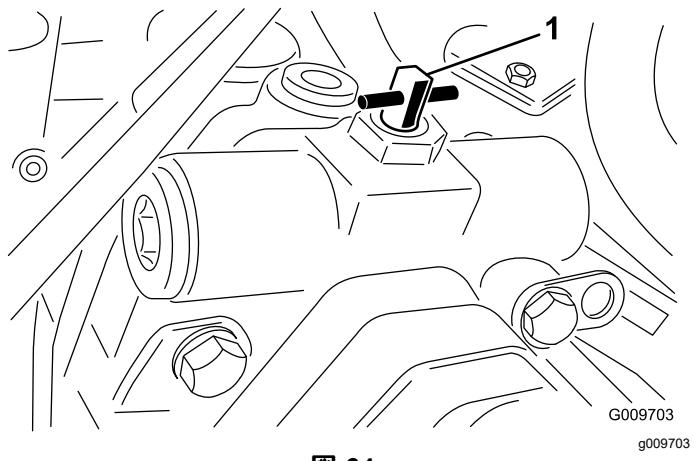

図 64
3. バイパスバルブを右または左に90°回転4分の1回転させるとバルブが開いて内部でバイパスが形成される図 64。
2. バイパスバルブを右または左に90°回転1/4分の1回転させるとバルブが開いて内部でバイパスが形成される図 64。